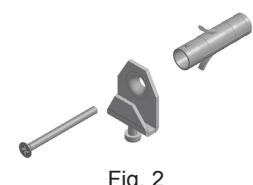

Fig. 2
- a) 2 выравнивающих крюка с креплением на клиновые анкеры в комплекте (Рис. 2).